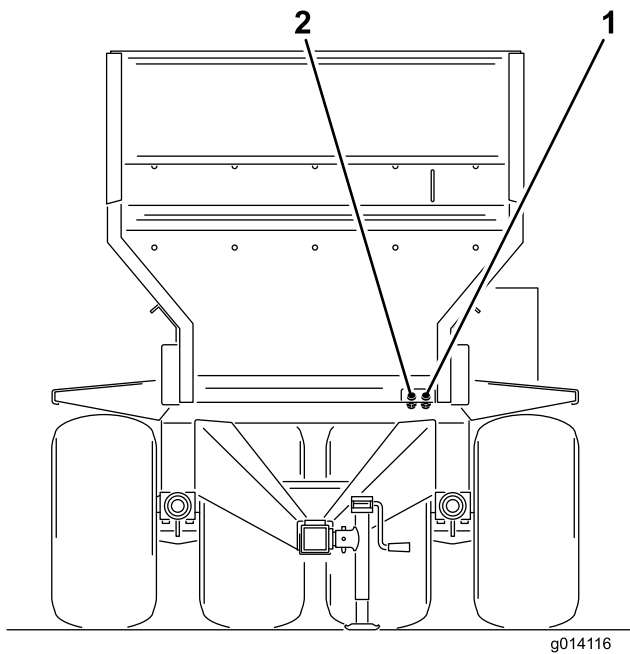

Figura 17
6. Conecte los dos manguitos hidráulicos de la máquina al vehículo de remolque. Mirando la máquina de frente, conecte el manguito derecho al lado de presión y el manguito izquierdo al lado de retorno (Figura 17). El manguito de retorno tiene una válvula de retención unidireccional en línea. La flecha de la válvula auxiliar debe apuntar hacia el conector de retorno del vehículo de remolque.